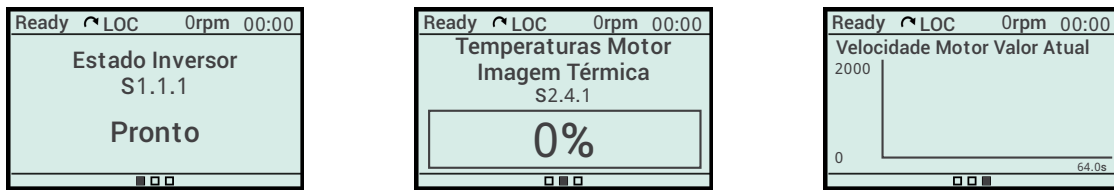

Figura 8.13: Visualização em (a) texto, (b) barra e (c) gráfico
- **Tela cheia:** Abrange uma tela principal inteira e permite a exibição de variáveis de leitura no formato **texto**, **barra** ou **gráfico**. A Figura 8.13 na página 8-6 apresenta um exemplo com os 3 formatos.